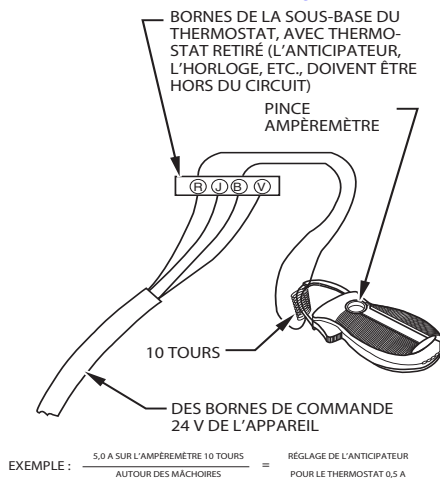

Fig. 64 – Amp. Vérification dl
2. Connectez un ampèremètre aux bornes R et W de la sous-base ou aux fils R et W du mur. Consultez la Fig. 64.